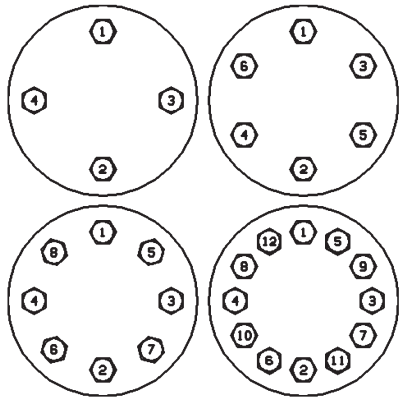

Bild 22: Åtdragningssekvens
- Dra åt husets muttrar (B014) jämnt genom att använda åtdragningsmoment enligt stegen och sekvenserna som beskrivs i tabell 6 och bild 22.